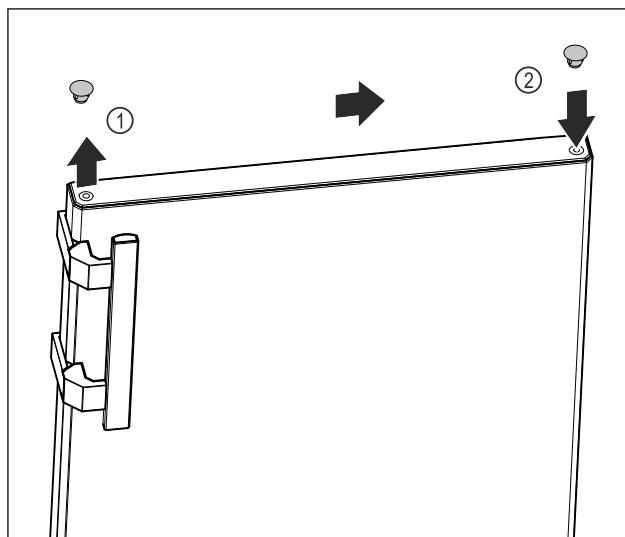

Fig. 13
- Zdvihnite opatrne kryciu zátku hornej strany dverí Fig. 13 (1) pomocou plochého skrutkovača.
- Nasadte kryciu zátku na opačnú stranu. Fig. 13 (2)